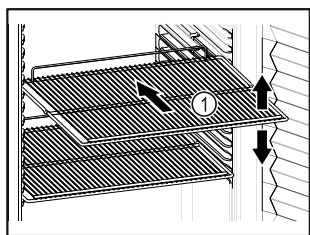

Fig. 75 Voorbeeld
- ☐ Indien de legroosters Fig. 75 (1) verplaatsbaar zijn, deze aan de hoogte aanpassen.